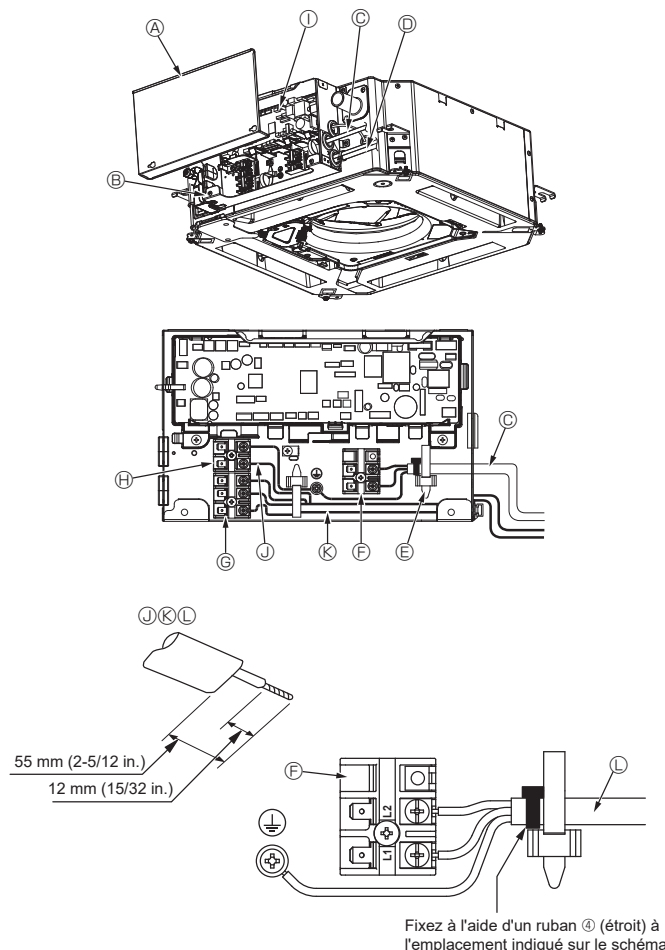
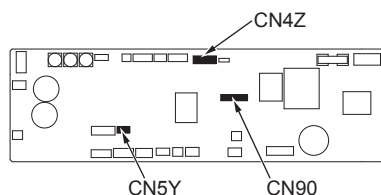
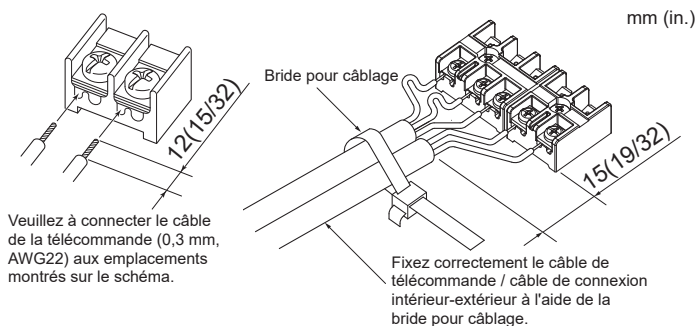

Fig. 4-1
Fig. 4-2
Fig. 4-3
4.2. Appareil intérieur (Fig. 4-1, Fig. 4-2, Fig. 4-3)